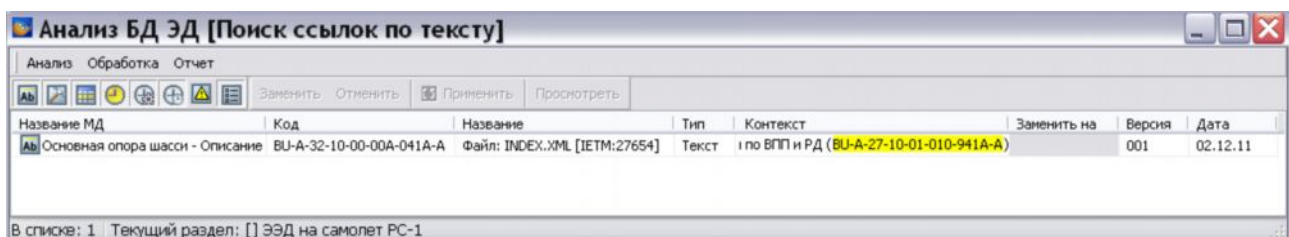

Рис. 8.236
7. В окне **Анализ БД ЭД** появится результат поиска (Рис. 8.236).